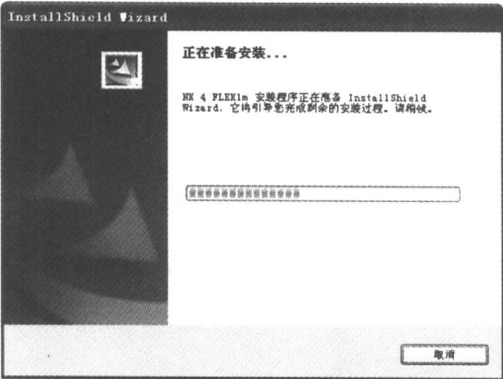

图 1-3 计算机配置检测界面
(5) 选择“中文（简体）”安装语言，单击 **确定** 按钮系统检测计算机配置，如图 1-3 所示。